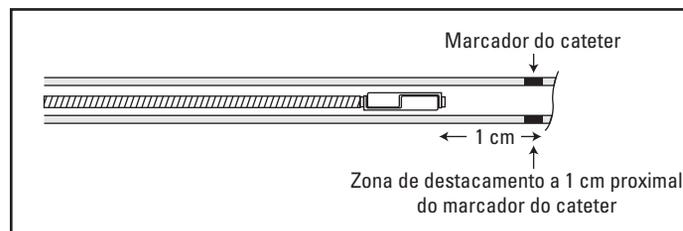

Figura 7. Avanço do Sistema de Oclusão IDC com Fibras Interlock - 35 para a posição de pré-libertação
12. Manobre o Sistema de Oclusão IDC com Fibras Interlock - 35 sob orientação fluoroscópica até que a zona de destacamento da espiral se encontre a, aproximadamente, 1 cm proximal da ponta do cateter (Figura 7).